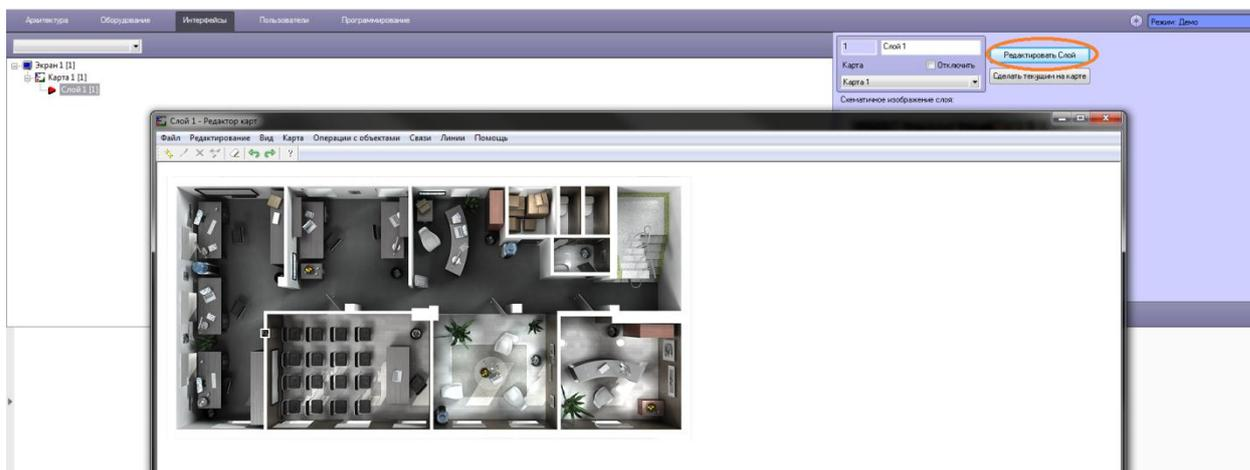

Рис. 5
- на вкладке **Интерфейсы** окна **Настройки системы** на базе объекта Экран создать объект Карта, к объекту Карта добавить объект Слой (Рис. 5). Затем нажать кнопку **Редактировать слой**, в результате откроется окно «Редактор карт» с планом контролируемого помещения.